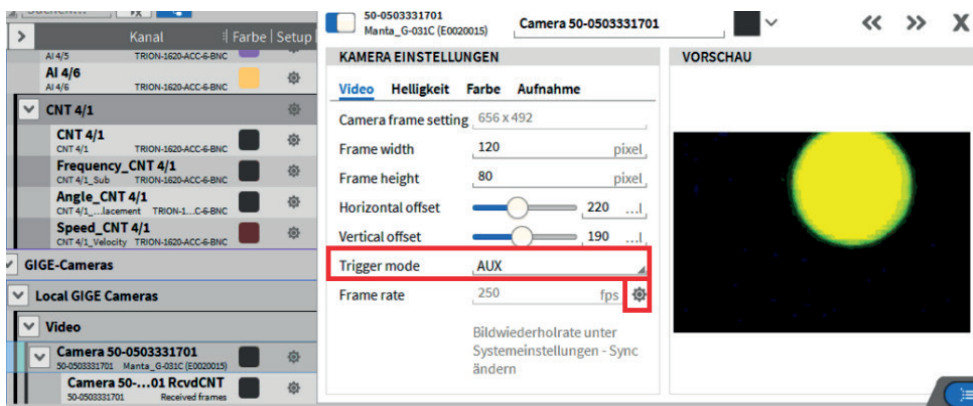

Abb. 13: Triggermodus auf AUX stellen
- ▶ Gehen Sie zum Setup des Kamerakanals und schalten Sie den Triggermodus auf AUX (Abb. 13).